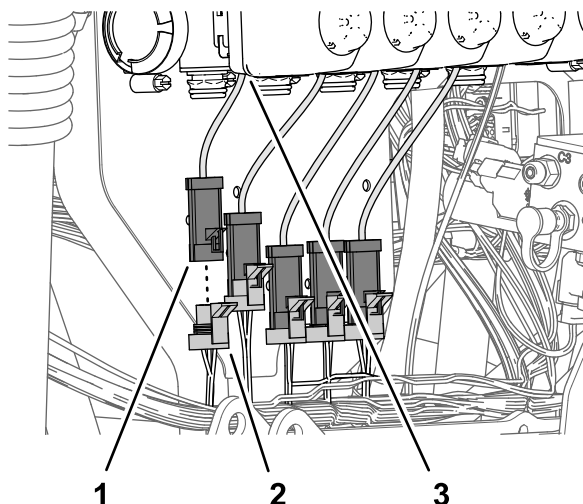

Рисунок 115
2. Подсоедините 3-гнездовой разъем (Рисунок 115) ответвления длиной 89 см жгута проводов опрыскивателя из комплекта с маркировкой NOZZLE VALVE 1 (КЛАПАН СОПЛА 1) к 3-штыревому разъему самого левого привода клапана (положение 1).
3. Подсоедините 3-гнездовой разъем (Рисунок 115) ответвления длиной 89 см жгута проводов опрыскивателя из комплекта с маркировкой NOZZLE VALVE 2 (клапан сопла 2) к 3-штыревому разъему привода клапана (положение 2).
4. Подсоедините остальные 3-гнездовые разъемы ответвления длиной 89 см жгута проводов опрыскивателя из комплекта к 3-штыревому разъему приводов клапанов (Рисунок 115).